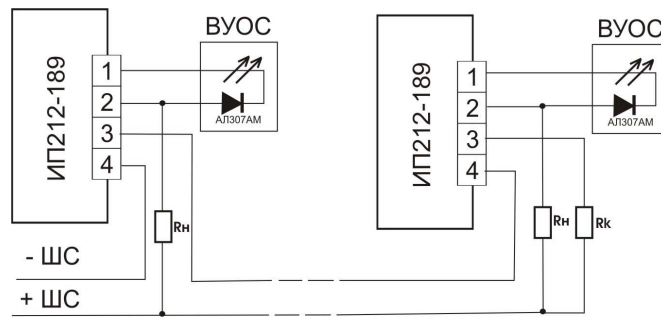

Рисунок 1
Внимание потребителя! Схема включения извещателей ИП212-189 в шлейф приведена на рис. 1
4.5 Контакты “1” и “2” клеммника можно использовать для подключения ВУОС, в соответствии с рис. 1.